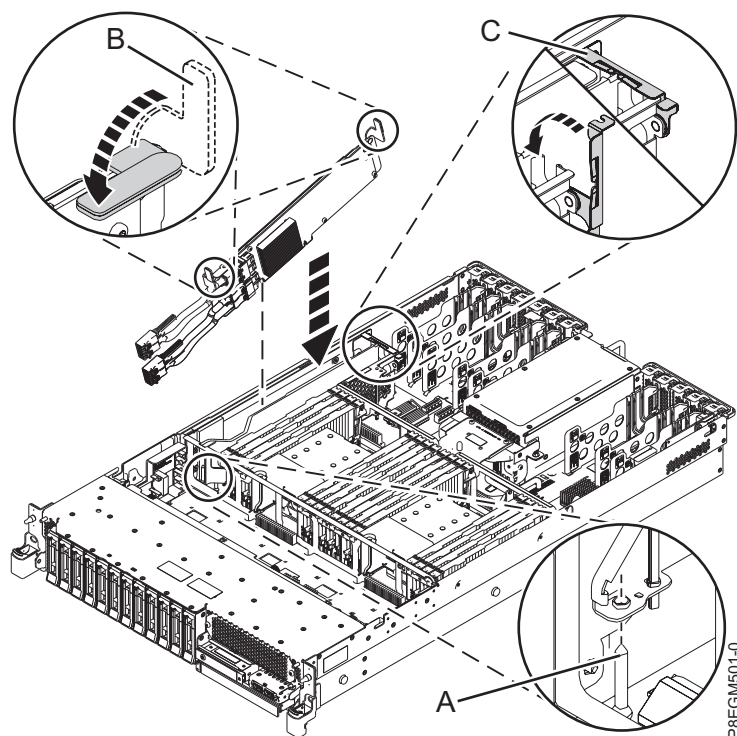

Figura 13. Substituir o Adaptador interno PCIe3 x8 SAS RAID 6 Gb
2. Volte a ligar os cabos SAS frontais ao conector frontal P1 ou P2 do Adaptador interno PCIe3 x8 SAS RAID 6 Gb antes de instalar o adaptador, como demonstrado em Figura 13 na página 15. Empurre o conector até o trinco do conector fazer clique.
4. Conclua a instalação do Adaptador interno PCIe3 x8 SAS RAID 6 Gb ao o encaixar completamente. Assegure-se de que o adaptador está instalado no pino de localização (A). Carregue na extremidade central superior da placa para a encaixar firmemente no conector do painel posterior do sistema, como demonstrado em Figura 13 na página 15.
5. Empurre os manípulos azuis (B) na direcção que é apresentada em Figura 13 na página 15.
6. Empurre a calha de retenção do cabo (C) na direcção que é apresentada em Figura 13.